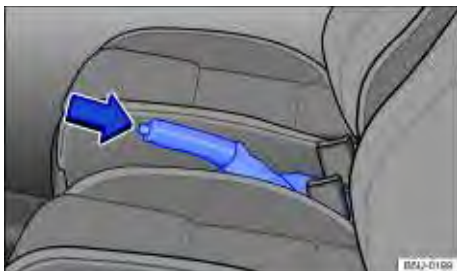

Fig. 107 Entre os bancos dianteiros: freio de estacionamento
- Puxar a alavanca do freio de estacionamento para cima com o botão bloqueador pressionado ⇒ **Fig. 107** (seta).
- Puxar a alavanca do freio de estacionamento um pouco para cima e pressionar o botão bloqueador ⇒ **Fig. 107** (seta).